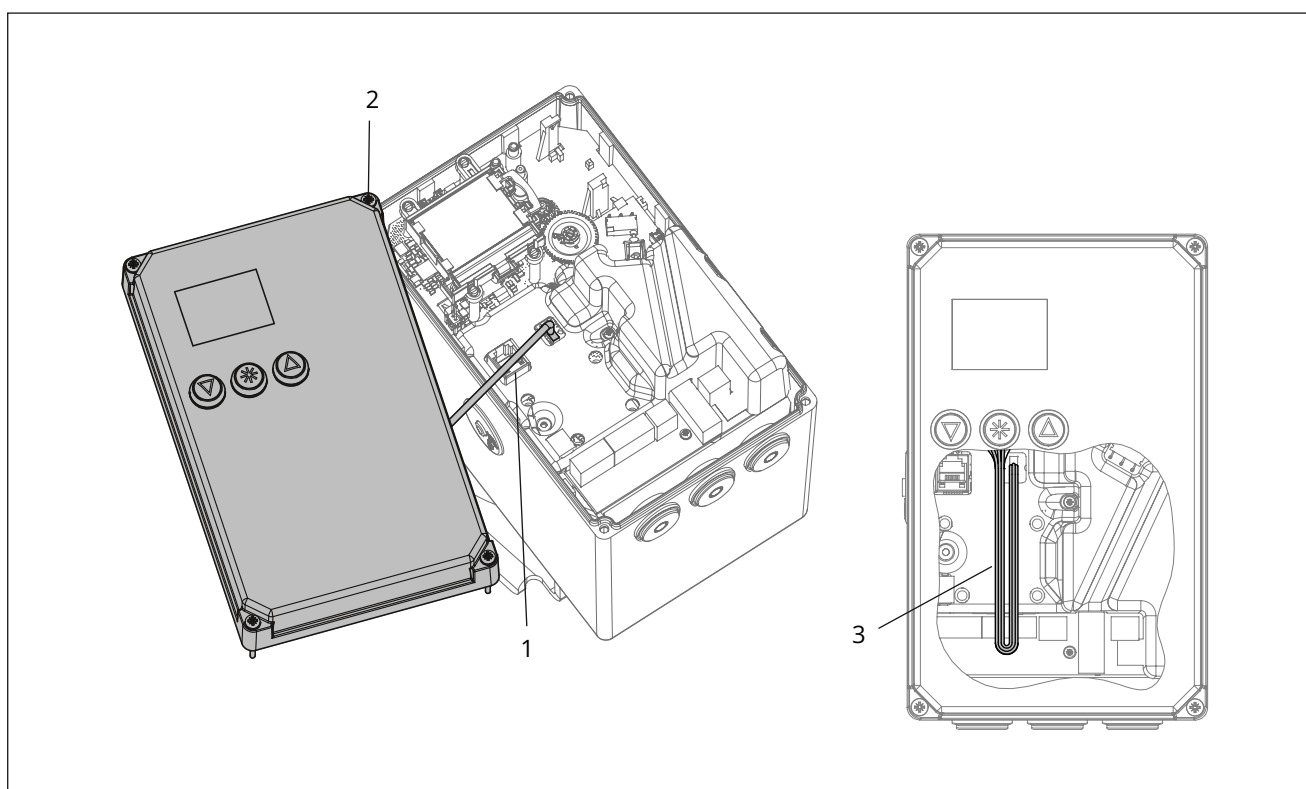

Bild 38: Anschluss bei Sonderausführung mit Drei-Tasten-Bedienung
- ⇒ Vgl. Bild 38.
- ⇒ Darauf achten, dass die Anschlussleitungen (1) des Gehäusedeckels nicht auf Zug belastet werden.
2. Gehäusedeckel in die Position nach Bild 38 bringen.
3. Deckel aufsetzen, Schraube (2) durch kurzes Linksdrehen zentrieren und leicht festziehen.
5. Schraube (2) lösen, Gehäusedeckel dabei so halten, dass die Anschlussleitungen (1) des Gehäusedeckels nicht auf Zug belastet werden.
6. Gehäusedeckel auf das Gehäuse setzen und die Anschlussleitungen wie in Bild 38 dargestellt im Gehäuse unterbringen.